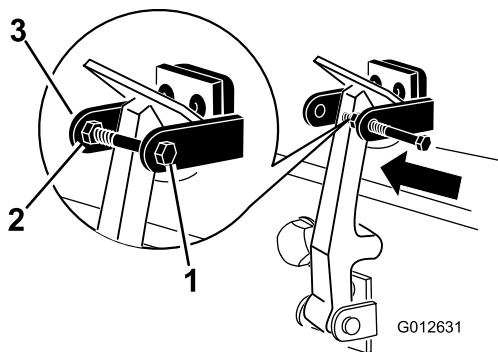

Figura 6
8. Instale el perno en el otro brazo del seguro de cierre del capó para bloquear la posición del cierre (Figura 6). Apriete el perno, pero no apriete la tuerca.